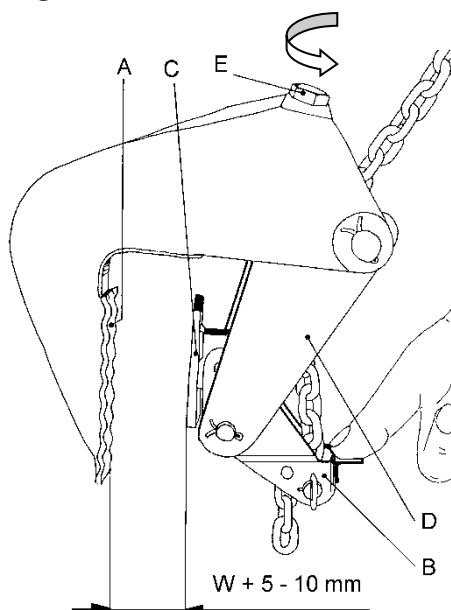
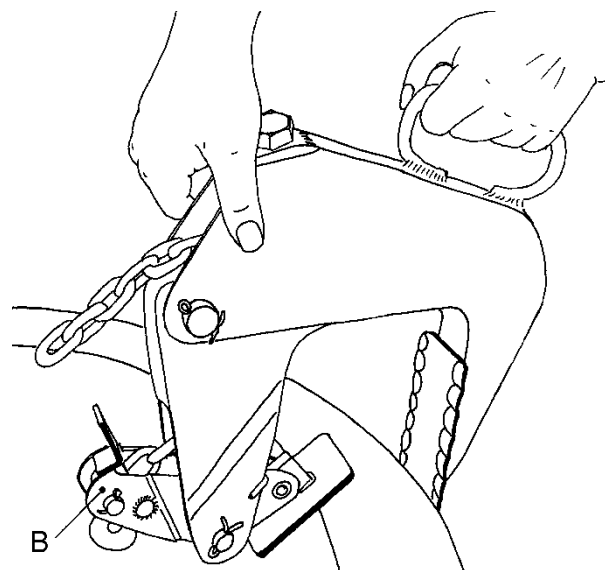

Abb. 3
Abb. 4
Klemme durch Drehen der Verstelle schraube (E) öffnen (Abb. 3). Die maximale Öffnungsweite (siehe Typenschild) nicht überschreiten, da die Mutter der Verstelle schraube nicht gesichert ist; Absturzgefahr! Die Klemmen so auf die Rohrwand stecken, daß sich der Winkelhebel (B) auf der Innenseite befindet (Abb. 4). Winkelhebel (B) gegen die Federkraft bis zum Anschlag nach unten drücken. Verstelle schraube (E) so weit eindrehen, bis die **Öffnungsweite 5-10 mm größer ist als die Wandstärke**. Die Öffnungsweite muß bei allen Klemmen gleich eingestellt sein.